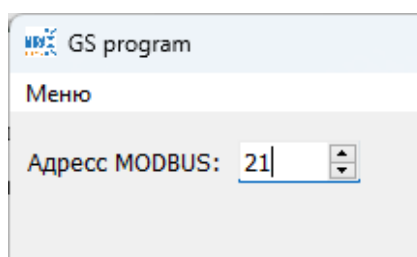

Рис.4 – Забивка адреса MODBUS
3. Впишите данные адреса MODBUS в окне основной программы Рис.4.